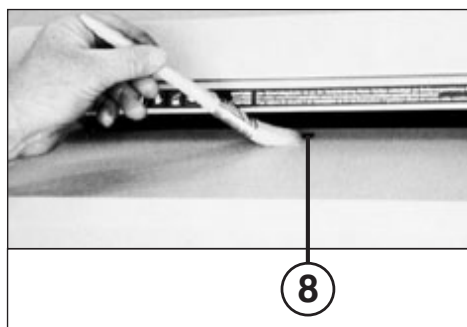

Рис. 5
ЧИСТКА ФОТОЯЧЕЕК (8) (рисунок 5):